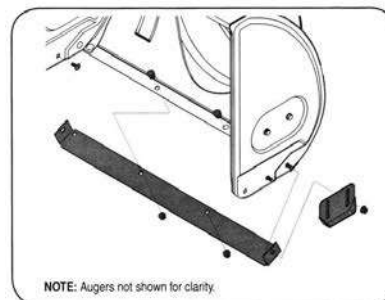

Рис.20
2. Соберите новые лыжи с четырьмя болтами (по два с каждой стороны) и шестигранными гайками с фланцем. См. рис.20.
2. Соберите новую подрезную пластину, убедившись, что головки болтов каретки находятся внутри корпуса. Надежно затяните. См. рис.20.